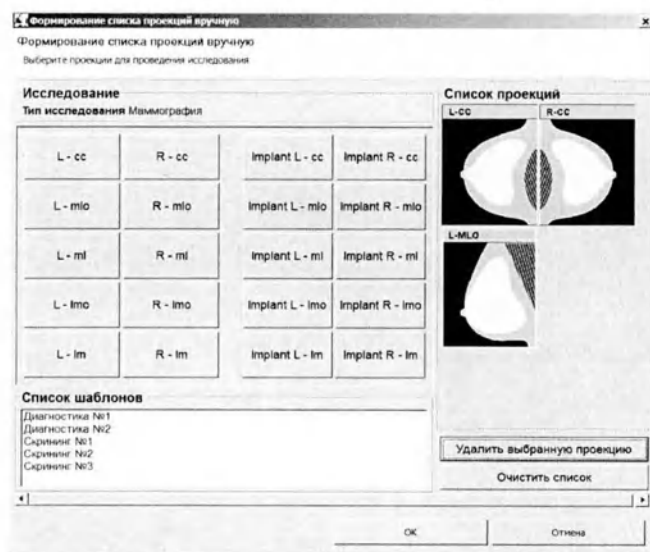

Рисунок 18 – Назначение проекций
- кнопкой «Добавить проекции» назначить список проекций, которые должны быть сняты на маммографе, в соответствии с назначением врача (рис.18);